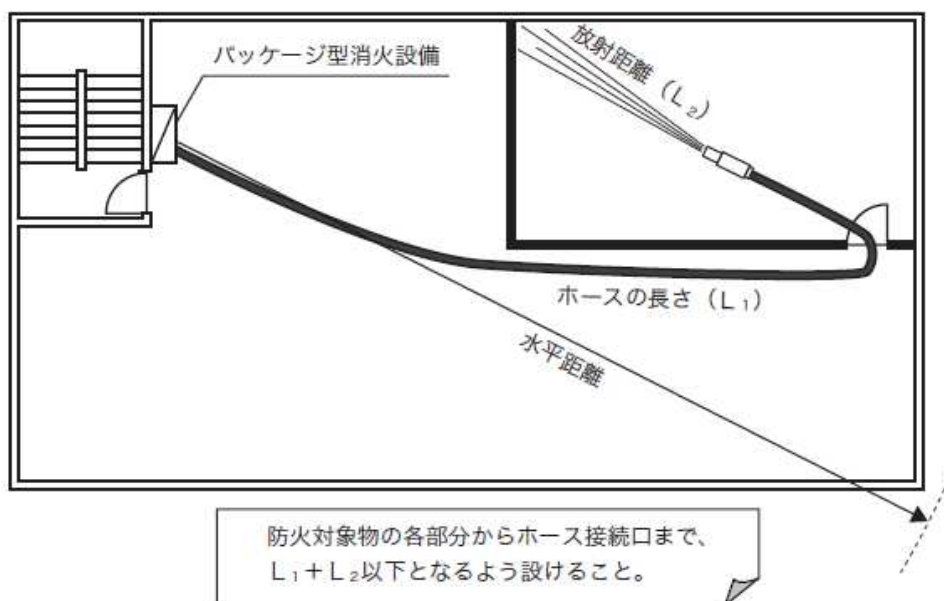

図 3
(2) 階の出入口又は階段に近く、火災の際容易に操作ができる位置に設けること。
(3) 間仕切壁等により放射できない部分が生じないように、ホースを延長する経路、ホースの長さ及び放射距離を考慮し、当該階の各部分に有効に放射することができるよう設けること。◆ (図 3 参照)